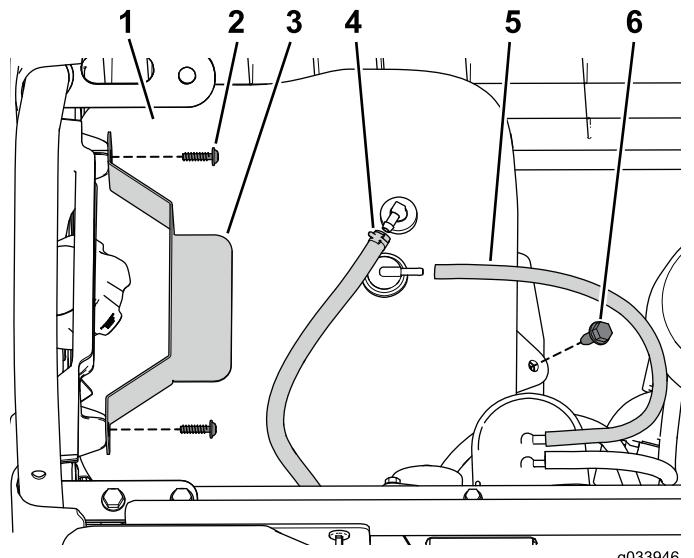

Figura 4
1. Rimuovete il bullone a testa flangiata che fissa il serbatoio del carburante al vassoio del serbatoio (Figura 4).
2. Rimuovete le viti che fissano il dispositivo di tenuta (Figura 4).
3. Scollegate il tubo di sfiato e la tubazione del carburante dal serbatoio (Figura 4).
7. Collegate il tubo del carburante e il tubo di sfiato al serbatoio del carburante (Figura 4).
8. Fissate il dispositivo di tenuta utilizzando le viti rimosse in precedenza (Figura 4).
9. Fissate il serbatoio del carburante al relativo vassoio utilizzando il bullone a testa flangiata rimosso in precedenza (Figura 4).